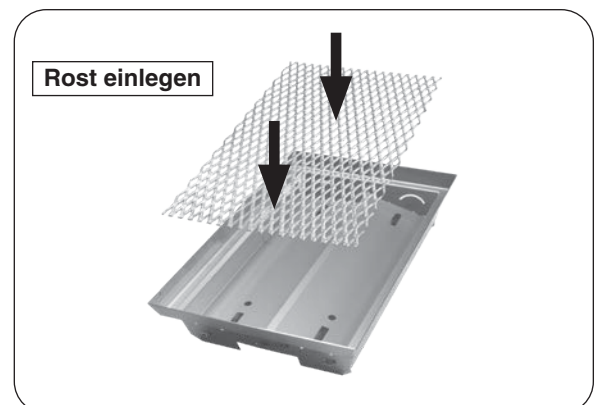

Abb. 33-2 Legen Sie den Rost in den Korb
1. Legen Sie den Rost innen in den Korbrahmen (siehe Abb. 33-2).